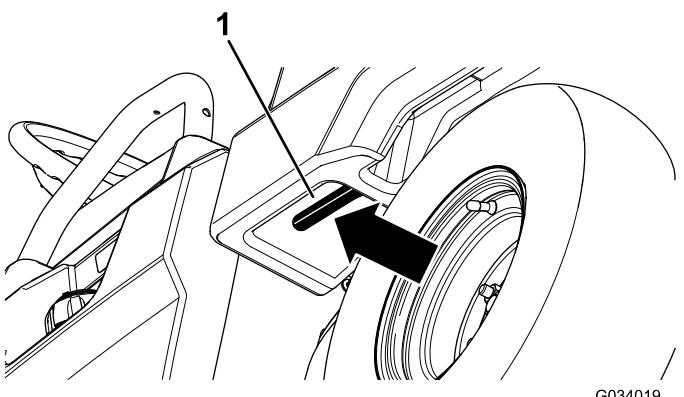

Figure 11
- Tirez vers vous le levier situé à gauche et à l'intérieur du plateau de chargement et élévez le plateau (Figure 11).**
1. Tirez vers vous le levier situé à gauche et à l'intérieur du plateau de chargement et élevez le plateau (Figure 11).
1. Levez légèrement le plateau en soulevant le levier de verrouillage (Figure 11).